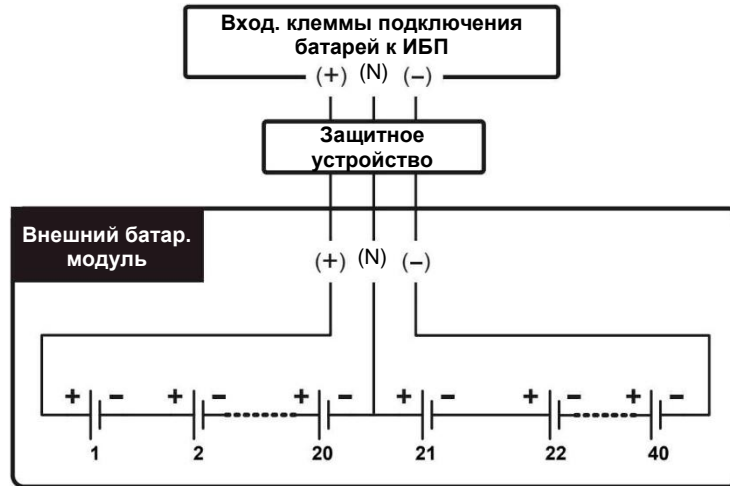

Рисунок 5-20: Подключение внешнего батарейного модуля
- Установленное на заводе количество батарей, соединенных последовательно, составляет 40 шт. по 12 В постоянного тока, нейтраль внешнего батарейного модуля необходимо подсоединить к среднему контакту между ²⁰ и ²¹ батареями. Для подключения внешнего батарейного модуля к входным клеммам ИБП "+", "-" и "N" следует использовать батарейные кабели. См. **Рисунок 5-20**.